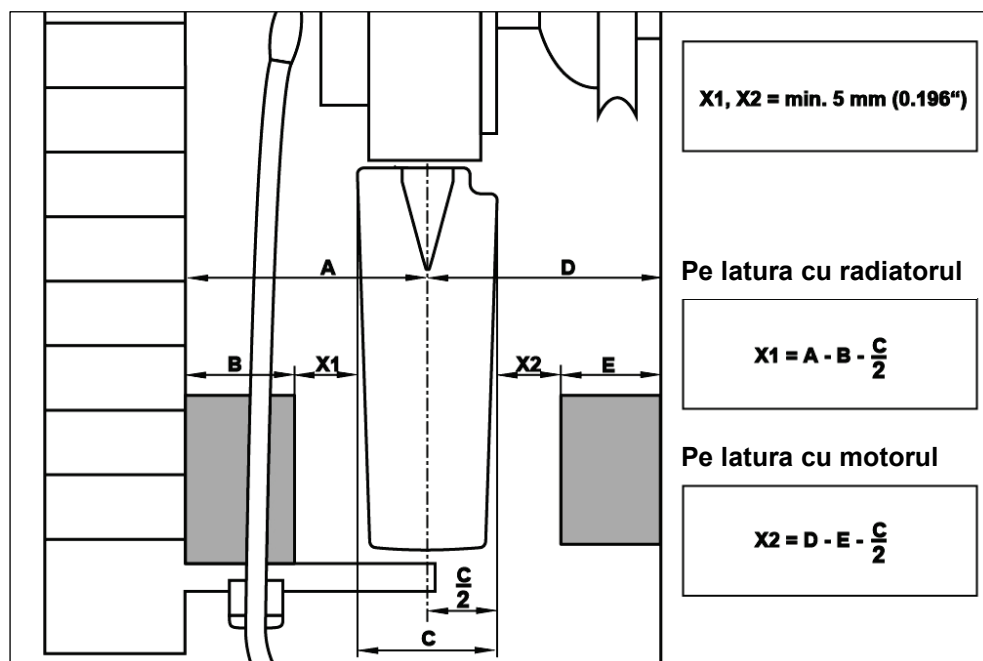

Fig. 39
33) Măsurati dacă există vreun obiect aflat în cale (consultați Fig. 39).